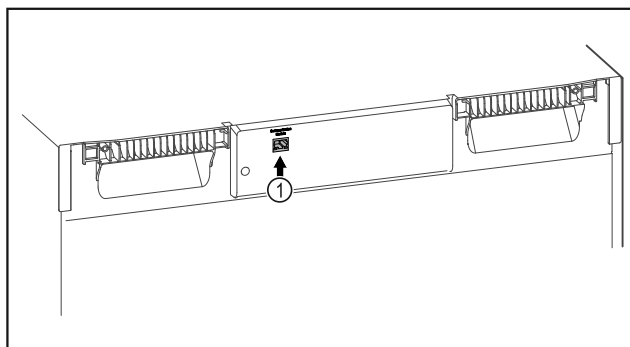

Fig. 76
- SmartModule Fig. 76 (1) is geplaatst.